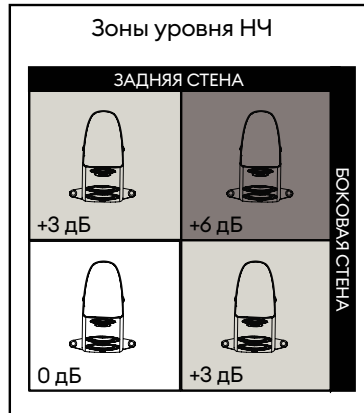

Рис. 5
3. Расположение системы влияет на воспроизведение низких частот. Как правило, размещение акустической системы ближе к задней и/или боковой стене увеличивает низкие частоты на 6 дБ за счет акустического эффекта, создаваемого близостью к стенам (см. рис. 5). Уровень низких частот можно регулировать, изменяя расстояние между акустической системой и задней и/или боковой стеной. Выберите джазовую композицию с контрабасом или повторяющейся басовой партией и перемещайте пару акустических систем ближе к месту прослушивания с шагом в 10 см, пока звучание баса не станет сбалансированным. Если бас звучит слишком громко или гулко, пару акустических систем нужно передвинуть вперед. Если бас звучит слишком слабо, переместите пару к стене.